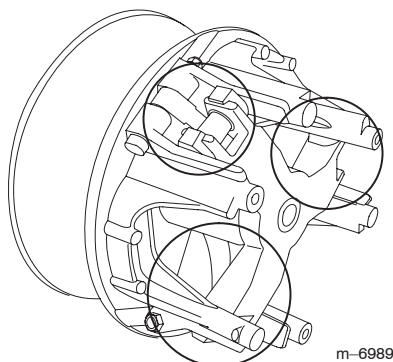

Figure 53
- Lubrifiez les pièces mobiles aux endroits indiqués par des cercles sur la Figure 53 avec du lubrifiant sec en aérosol, disponible auprès des concessionnaires ou distributeurs Toro agréés.